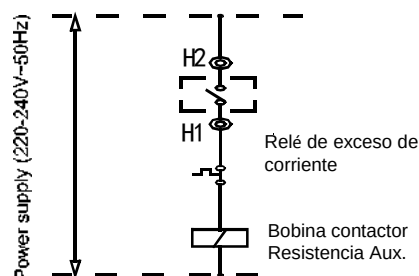

Fig.5-2
Paso 10. La conexión de los cables de la resistencia eléctrica auxiliar se realizará a los terminales H1 y H2 de la unidad principal (Maestra), a través de un contactor externo, tal y como se muestra en la Fig. 5-2.